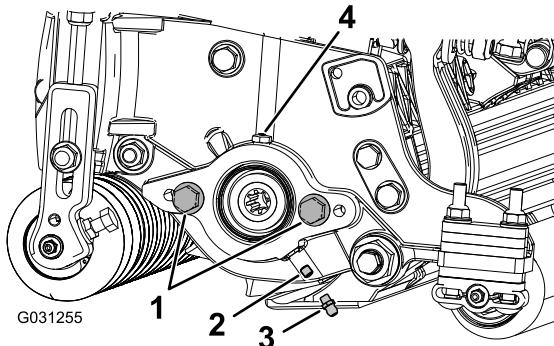

Figura 4
1. Retire y deseche el tornillo de fijación de la chapa lateral del motor del molinete (Figura 4).
- Instale el engrasador recto (Figura 4).
- Si no hay tornillos en la chapa lateral del motor del molinete, instálelos (Figura 4).
- Instale la junta tórica en el motor del molinete (Figura 4).